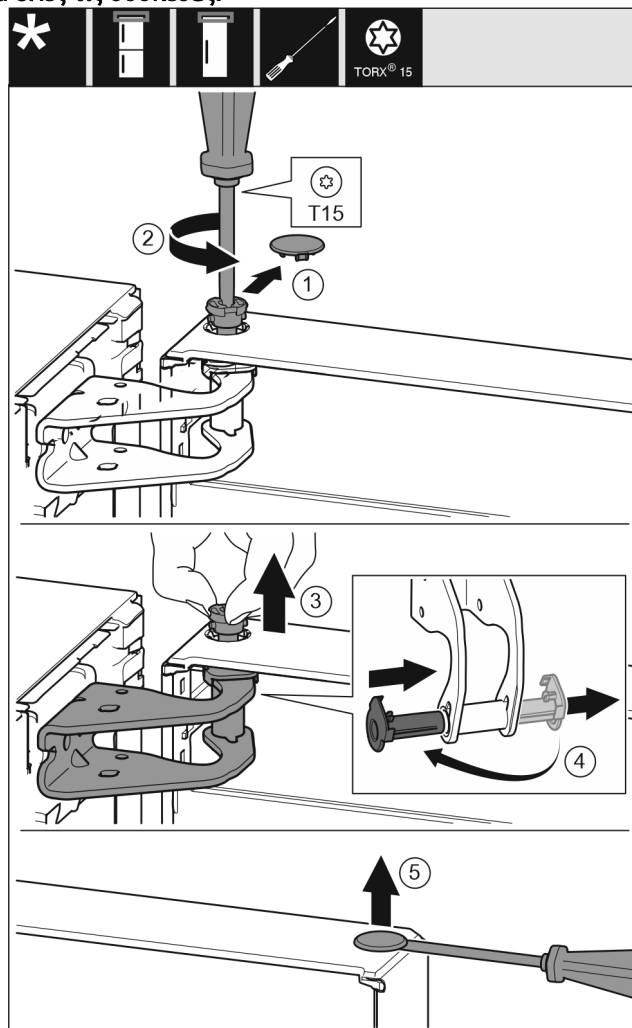

Fig. 7
- Τραβήξτε προσεκτικά το κάλυμμα ασφάλισης. Fig. 7 (1)
- Ξεβιδώστε λίγο τον πείρο με κατσαβίδι T15. Fig. 7 (2)
- Συγκρατήστε την πόρτα και τραβήξτε έξω τον πείρο με τα δάκτυλα. Fig. 7 (3)
- Τραβήξτε το κουζινέτο από τον οδηγό. Τοποθετήστε το στην άλλη πλευρά και κουμπώστε το. Fig. 7 (4)
- Ανασηκώστε προσεκτικά και τραβήξτε έξω την τάπα από το κουζινέτο της πόρτας με ένα ίσιο κατσαβίδι. Fig. 7 (5)